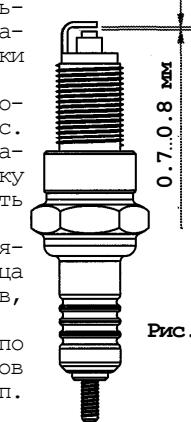

Рис. 11.
9.3.4. Рекомендуется проверить величину межэлектродного зазора, которая должна быть около 0.7...0.8 мм (рис. 11). При существенном отклонии измеренной величины зазора указанным требованиям заменить свечу. Регулировку зазора подгибанием бокового электрода производить только в случае крайней необходимости.